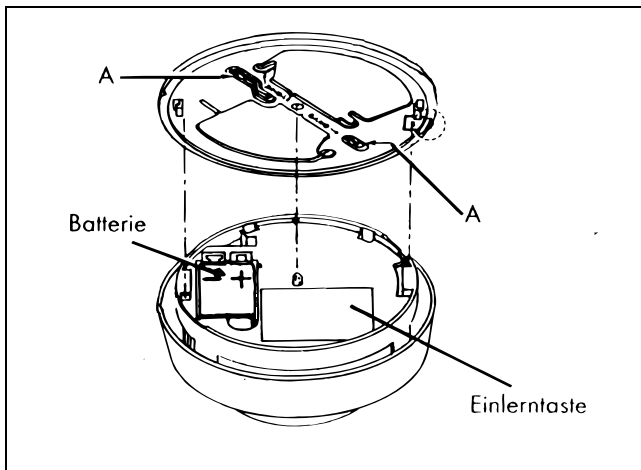

BILD 28: Funk-Rauchmelder
2. Batterie in der gekennzeichneten Polarität einsetzen, bis Batterieanschlusssklemmen spürbar einrasten (siehe Bild 28).